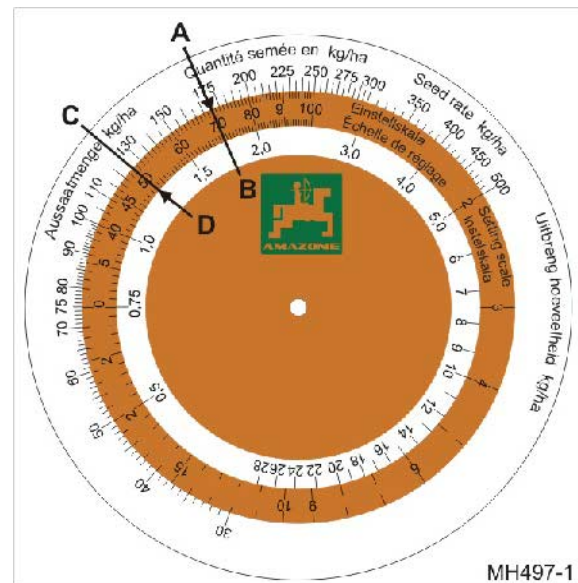

Fig. 149
- o beregnet udsåningsmængde 175 kg/ha (Fig. 149/A)
- o gearindstilling 70 (Fig. 149/B)
2. Aflæs gearindstillingen for den ønskede udsåningsmængde på 125 kg/ha (Fig. 149/C) på regneskiven.
- Gearindstilling 50 (Fig. 149/D).